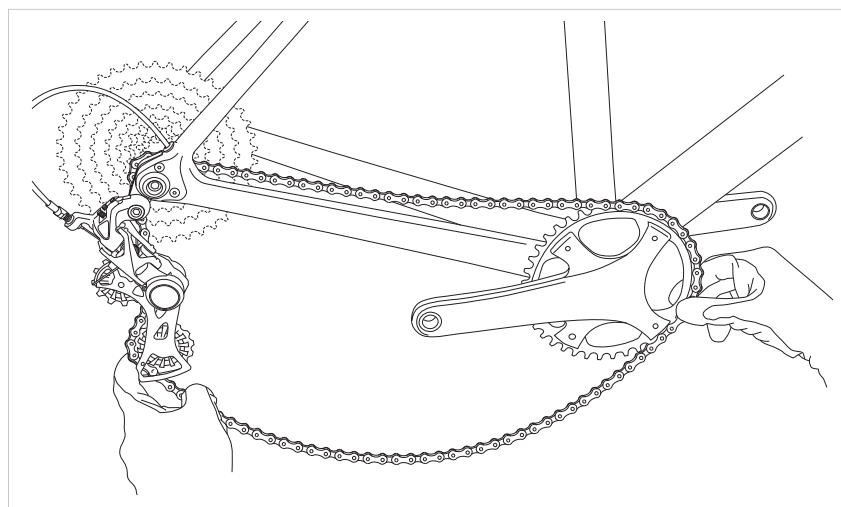

Fig.2
- Presione el balancín hacia abajo para reducir la tensión de la cadena y llévela hacia el exterior sacándola del plato y de la biela (Fig.2).